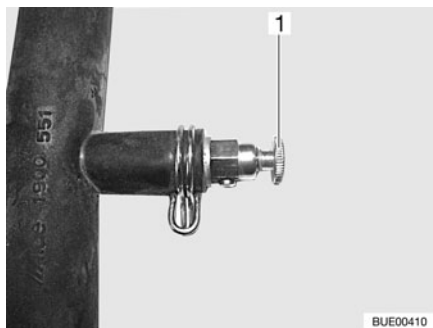

Fig. 176 Soupape de purge pour le chauffage à eau chaude
- Ouvrir la soupape de purge (Fig. 176,1) et la laisser ouverte, jusqu'à ce l'air soit complètement évacué du circuit.